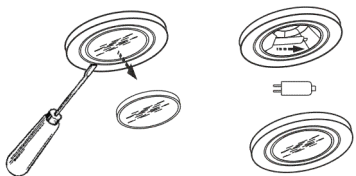

рис. 9
8.5 Замена галогенной лампы (рис. 9):